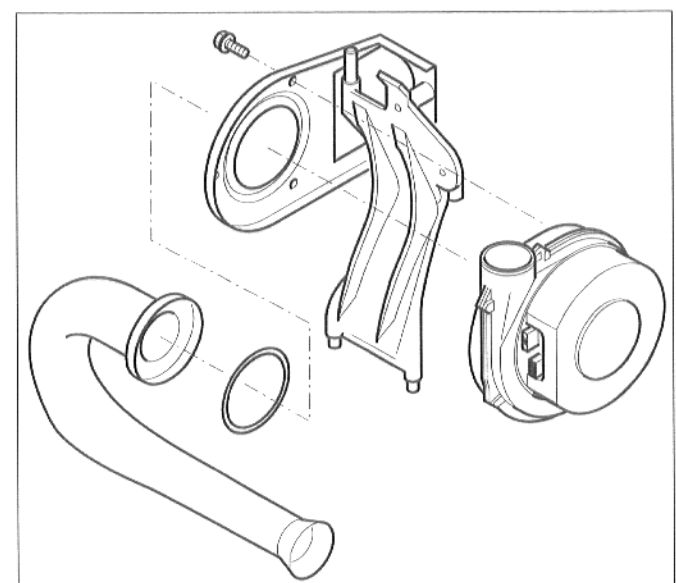

Abb. 15 Gebläse tauschen
- Schrauben lösen und Aufhängung, Gebläseansaugrohr und Dichtung vom Gebläse abnehmen (Abb. 15).